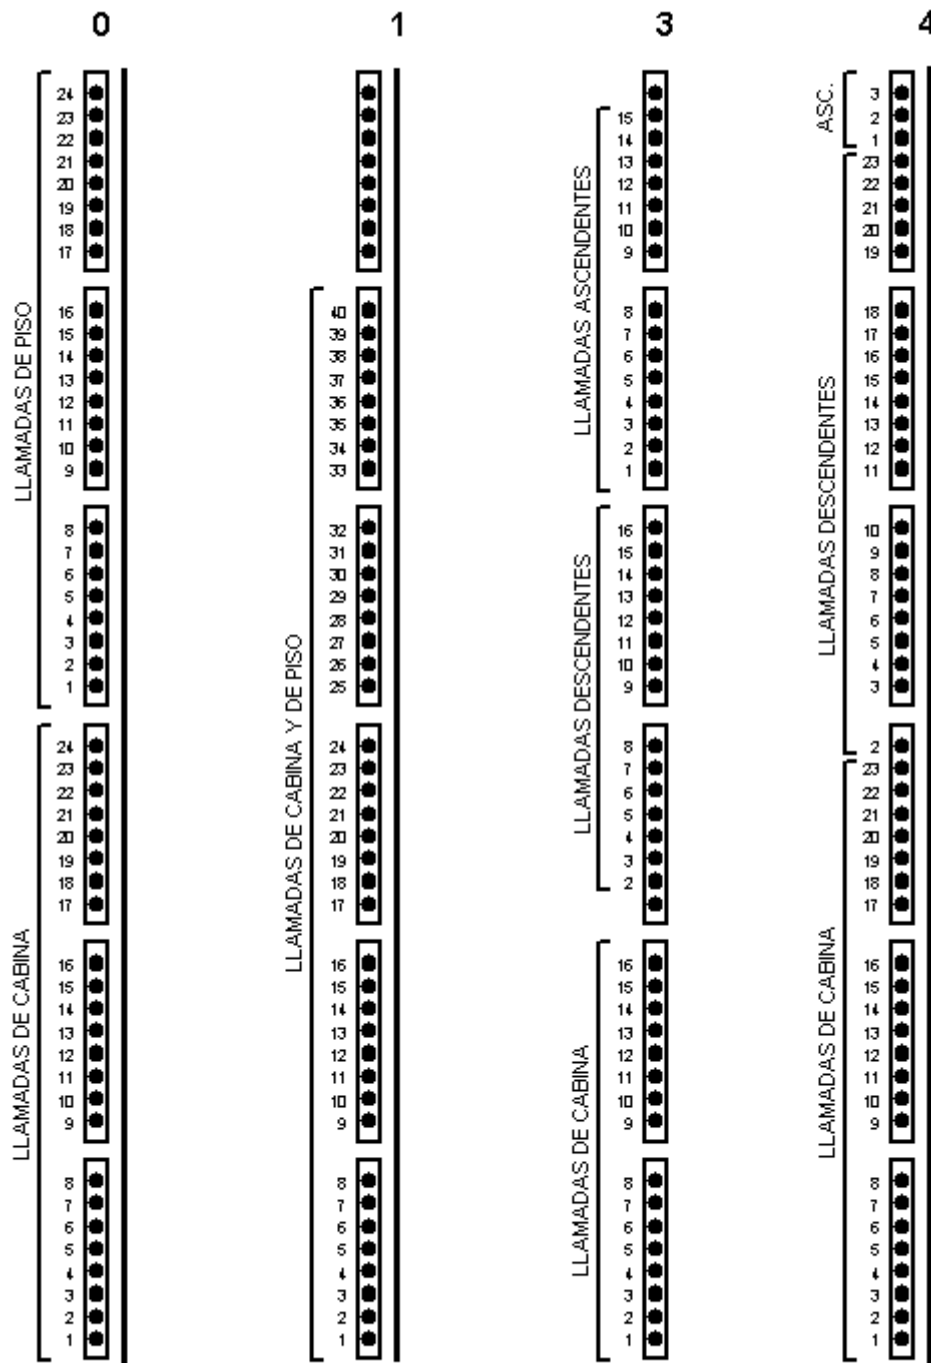
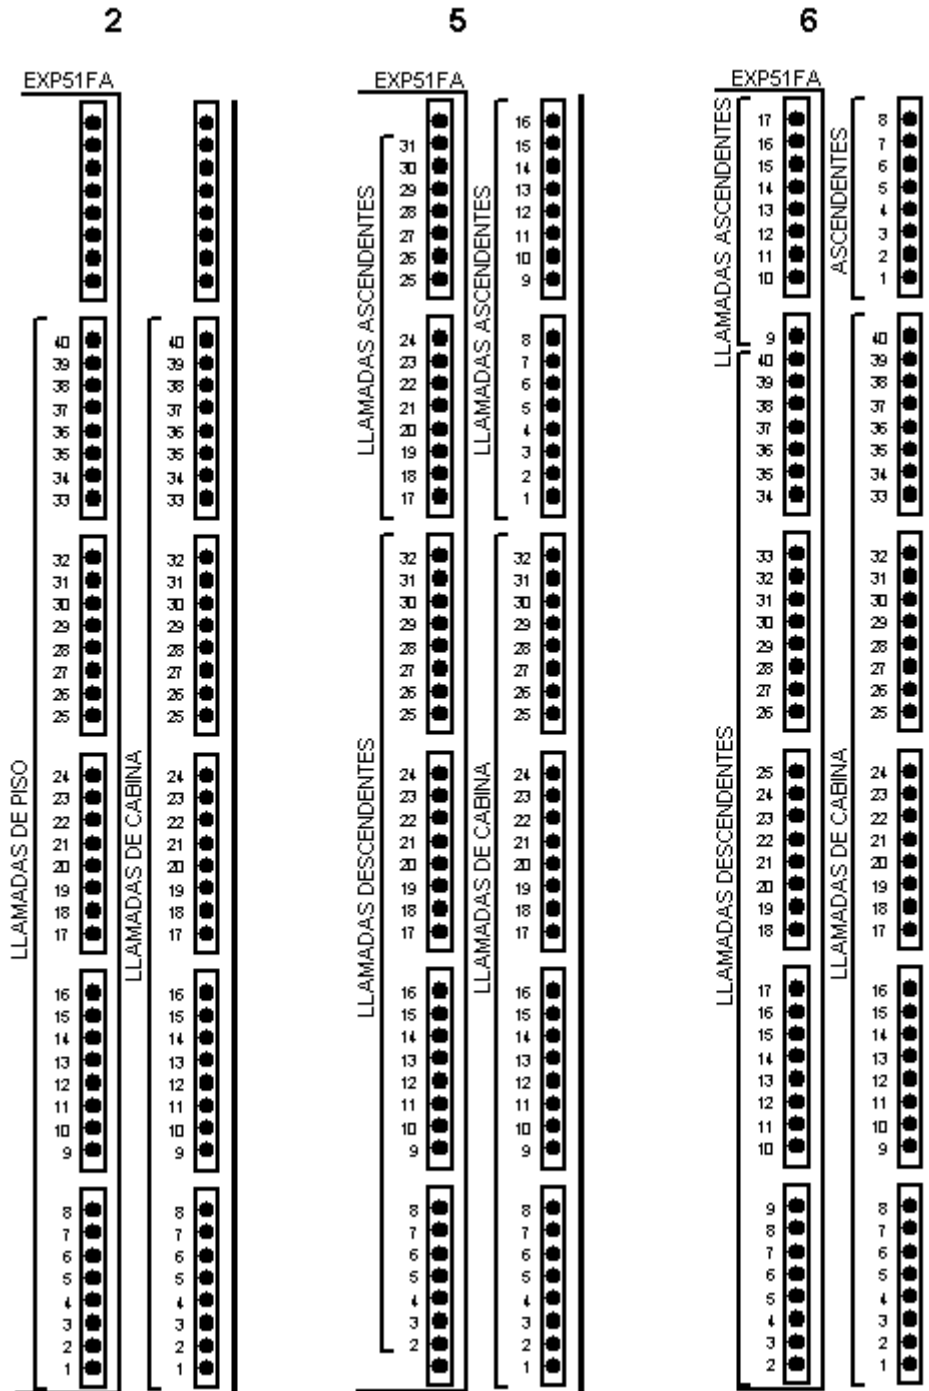

Figura 25
Figura 26
- Configuración de terminales de llamadas (Tabla 4). La Figura 25 muestra las configuraciones que no requieren expansión EXP51FB. La Figura 26 muestra las configuraciones que requieren expansión EXP51FB.